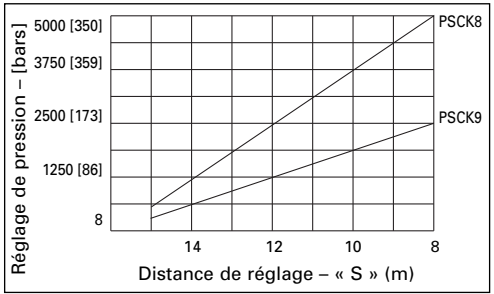

Figure 4, Graph
**Remarque :** La distance de réglage S de la figure 4 est mesurée de l'extrémité de la vis de réglage au corps du manostat (là où est plaqué le contre-écrou).
3. Serrer le contre-écrou [3 ft-lbs (4 Nm)] tout en maintenant le réglage de pression avec la clé. (Pour les réglages, se reporter au graphe de la figure 4. [Ce graphe est approximatif ; pour trouver plus précisément les points de commutation, utiliser un manomètre.]